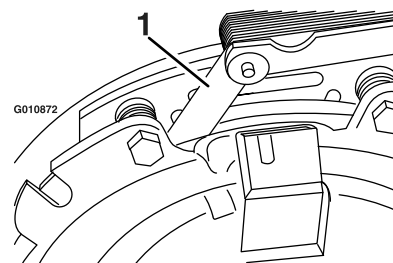
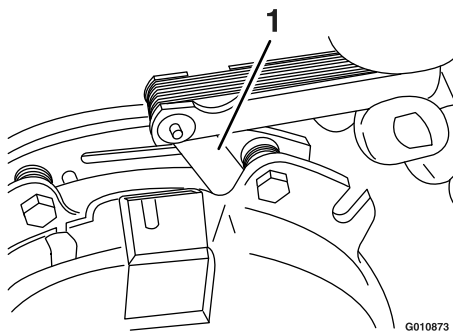

Figure 74
Figure 75
- E. À l'aide d'une jauge d'épaisseur de 0,025 cm, vérifiez qu'il existe un entrefer entre le rotor et la face de l'induit de chaque côté du pôle de frein, comme montré à la Figure 74 et la Figure 75.